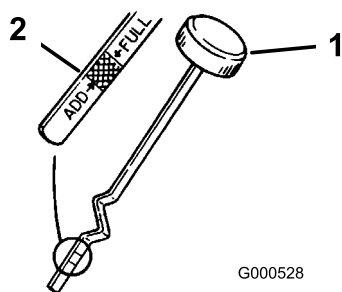

Bild 25
3. Schrauben Sie den Ölpeilstab heraus und wischen Sie das Metallende ab (Bild 25).